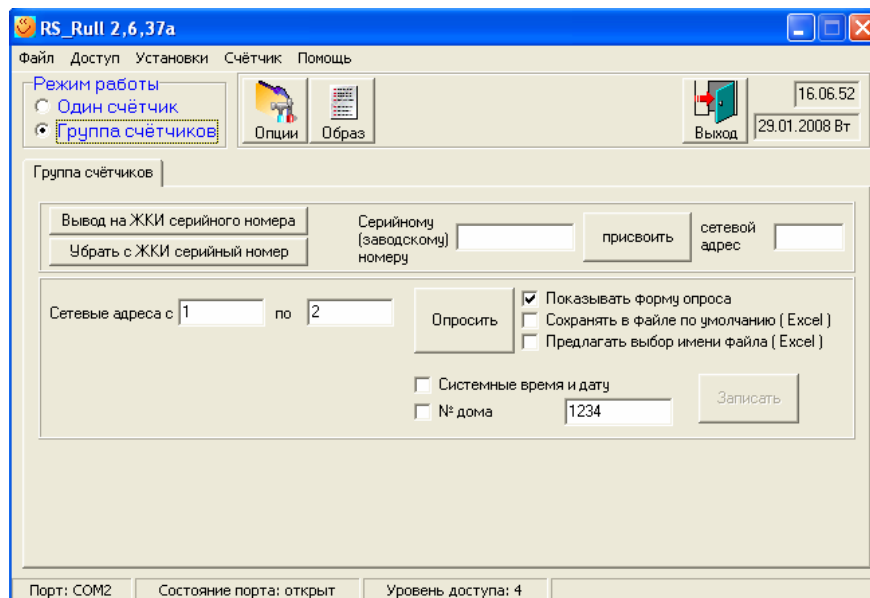

Рис.8
4.3. перейти в «Режим работы» -> «Группа счетчиков». Открывается окно Рис.8.